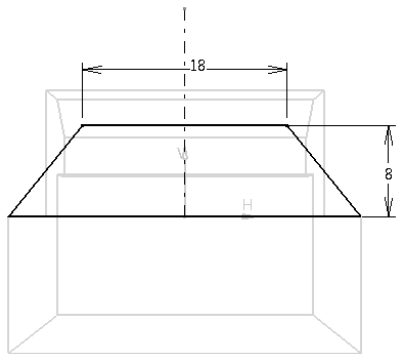

图 3-12 标注尺寸
5) 单击“约束”按钮，标注尺寸，如图 3-12 所示。单击“退出工作台”按钮，单击屏幕下方的“等轴测视图”按钮。